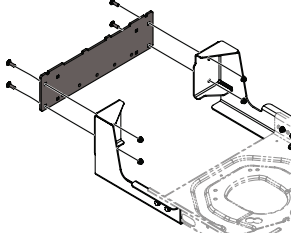

Figure 3
2. Installez la plaque de montage (783-06168) avec quatre boulons (710-0276) et quatre écrous (712-04063) de l'ensemble de quincaillerie (689-00567). Voir Figure 3.
3. Installez le support vertical sur l'ensemble de montage de l'appareil en l'accrochant sur le support de montage transversal, entre les deux pattes. Voir Figure 3.